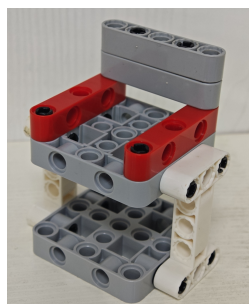

图 7 “工位”模型图
4.4.1 在某个拼装块上放置有 1 个“装配工作台”模型，其相邻的其中一块拼装块上放置有 1 个“工位”模型；如图 7 所示。